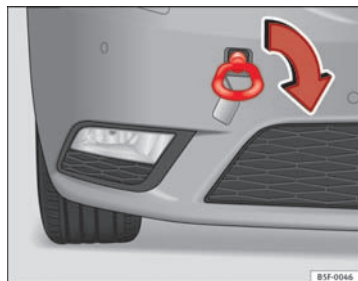

Fig. 128 Højre side af den forreste stødfanger: slæbeøjje, der er skruet i
- Skru slæbeøjet helt ind i gevindet ⇒ Fig. 128, og spænd det fast med hjulnøglen.